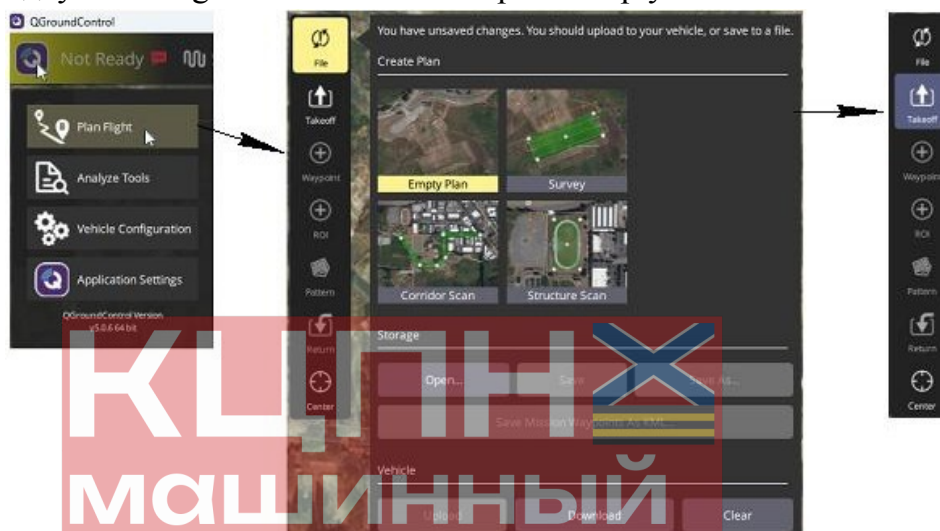
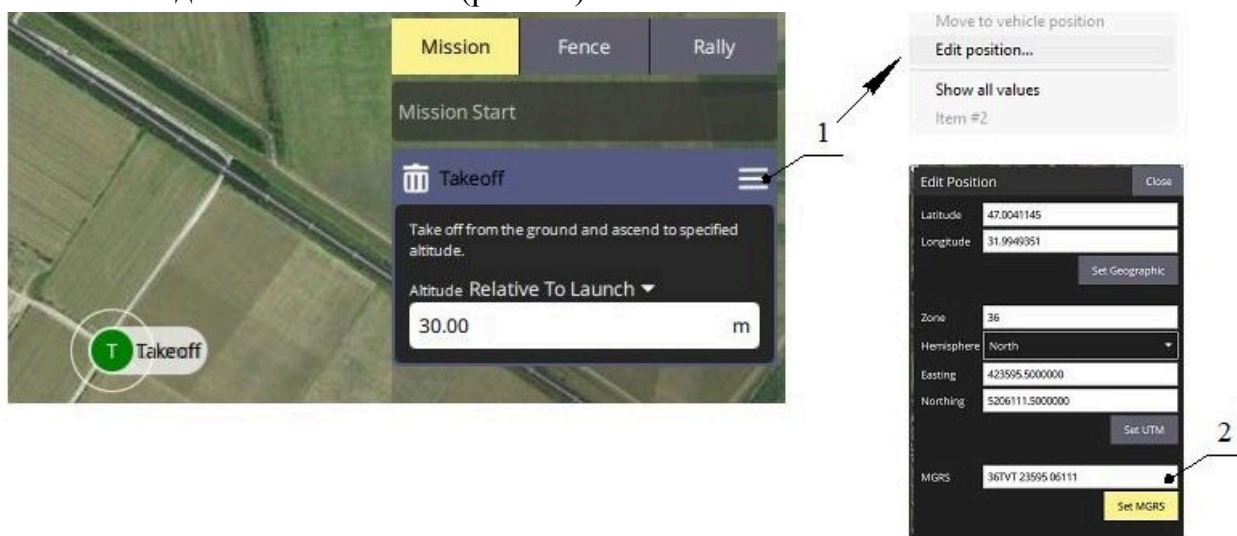

Рисунок 47. Выбор поля для создания миссии.
Рисунок 48. Установка первой точки миссии
Создайте новую миссию, нажав в левом верхнем углу значок QGC (рис. 47) и перейдя на вкладку Plan Flight. В окне File выберите Empty Plan.
В правом меню QGC нажмите Takeoff (рис. 47). Затем на карте в точке расположения БПЛА щелкните левой кнопкой мыши. В результате будет автоматически создана точка Takeoff (рис. 48).
В случае необходимости использования системы координат MGRS 2 (рис. 48) для тактической навигации вместо стандартной системы Geo необходимо изменять тип координат после установки каждой точки миссии. Для этого откройте меню созданной точки 1, выберите Edit position, в поле MGRS введите нужную координату и нажмите Set MGRS для сохранения.
- создать новую WP, нажав Waypoint 1 (рис. 47), и щелкнуть левой кнопкой мыши на свободном поле карты;